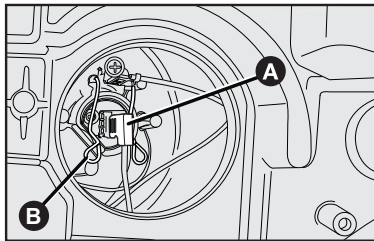

fig. 30
- 2) Soltar o conector **A-fig. 30** de alimentação da lâmpada;
3) Retirar o porta-lâmpada pressionando lateralmente para fora a presilha **B-fig. 30**;
- 5) Recolocar a presilha e o conector de alimentação **A-fig. 30**;